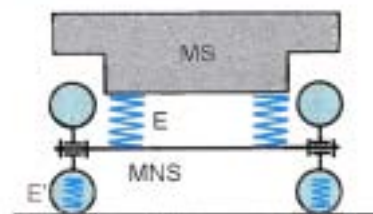

Figure 13.5 • Suspension à essieu rigide.
Les éléments mécaniques se trouvant entre les éléments élastiques et le sol font partie des **masses non suspendues**. Ceux se trouvant au-dessus, des **masses suspendues** (figure 13.5).
- **Suspension à essieu rigide.** Les deux roues d'un même train tournent sur une traverse unique appelée **essieu** (figure 13.5).